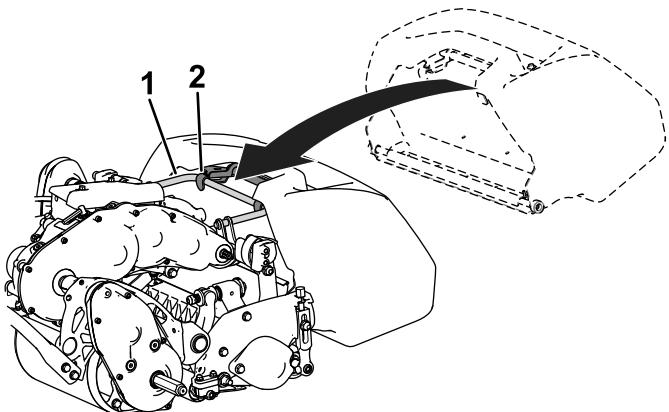

图 11
- 3. 将集草斗钩安装到环形机架上 (图 11)。
2. 将集草斗凸缘放入滚刀组侧板之间前滚筒之上 图 11。